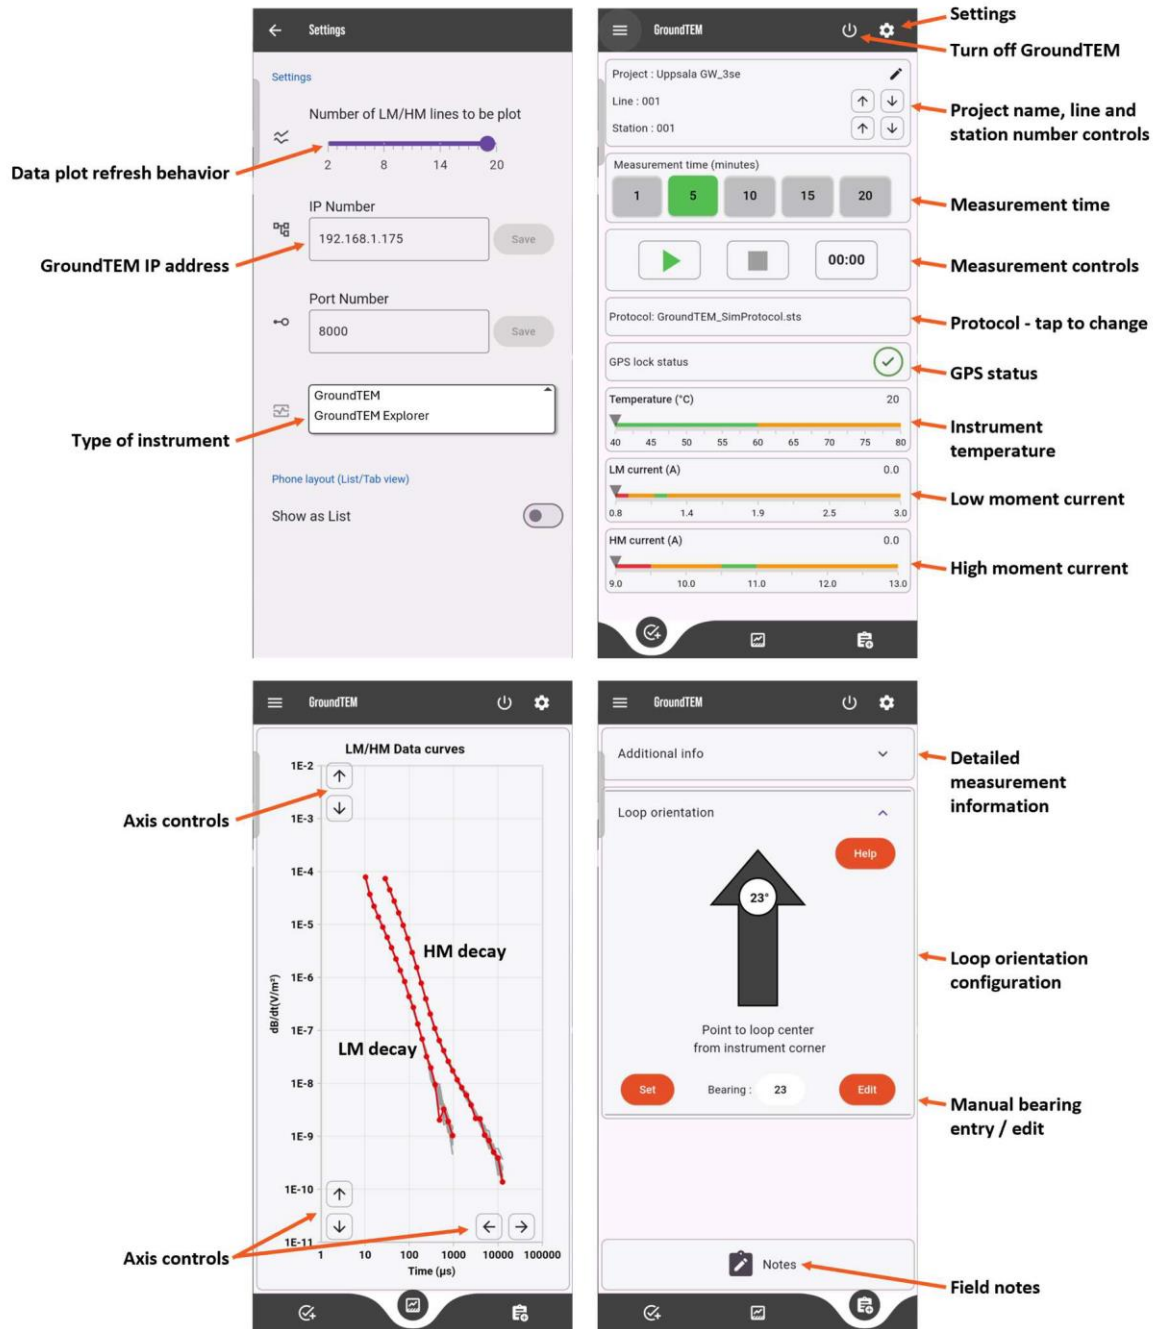

Figura 18. Entorno de la aplicación GroundTEM . Versión 1.1.0.
La Figura 18 explica la interfaz de la aplicación GroundTEM.
- Verifique / cargue *el protocolo*, consulte la Figura 18. El protocolo utilizado anteriormente se carga automáticamente.
- La unidad GroundTEM registra la posición GPS donde se coloca la unidad. Para corregir la posición GPS en el centro de la bobina Rx, se necesita el rumbo (dirección geográfica) desde la unidad GroundTEM hasta el centro de la bobina Rx . Al detener una medición, se le pedirá que establezca un rumbo utilizando la brújula incorporada del dispositivo móvil. También puede configurar el rumbo durante una medición desde la pestaña *Adicional / Orientación del bucle* (consulte la Figura 18).